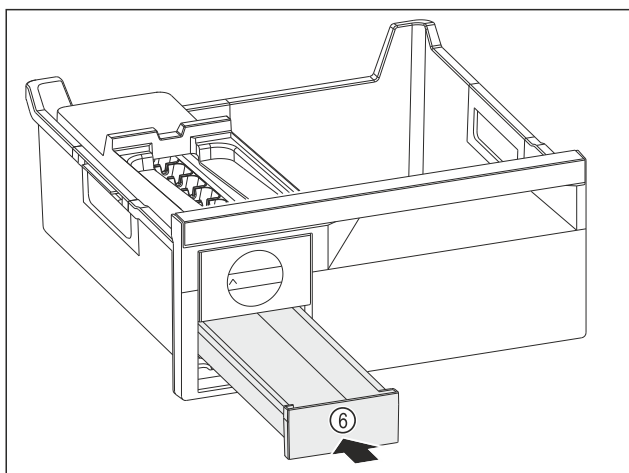

Fig. 117
- ▶ Ijsblokjesvak Fig. 117 (6) inschuiven.